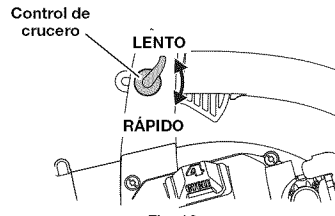

Fig. 12
- Mueva el control de crucero de velocidad variable hacia la posición **RÁPIDO** para aumentar poco a poco la velocidad del motor de la unidad, o mantenerla (Fig. 12). Cuando se oprima el control de crucero de velocidad variable, el gatillo retrocederá hacia la manija.
- Para disminuir la velocidad del motor, mueva el control de crucero de velocidad variable hacia la posición **LENTO** y el gatillo regresará a la posición de mancha en vacío (Fig. 12).